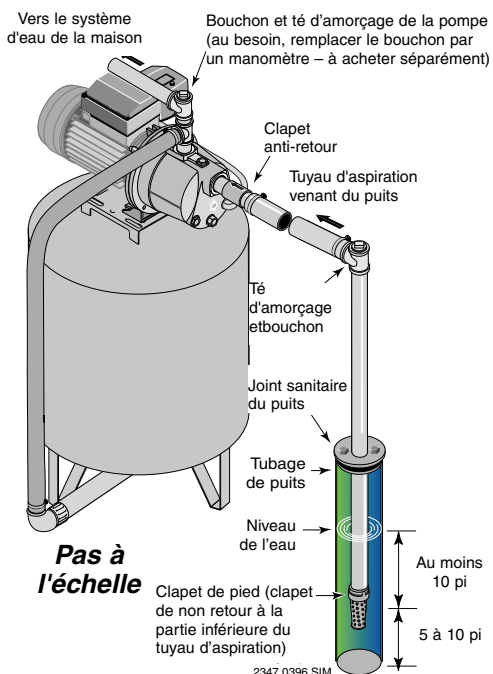

Figure 2 : Installation dans un puits à tubage
INSTALLATION SUR UN PUIT À TUBAGE DE 2 POUCHES DE DIAMÈTRE OU PLUS GRAND (VOIR LA FIGURE 2)
2. Brancher le clapet de pied, la crépine et le tuyau du puits (voir la Figure 2). S'assurer que le clapet de pied fonctionne librement.
4. Poser le té d'amorçage, le bouchon d'amorçage et le tuyau d'aspiration sur la pompe (voir la Figure 2). Brancher le tuyau provenant du puits sur l'orifice d'aspiration de la pompe en utilisant le moins possible de raccords - en particulier des coudes - étant donné que les raccords augmentent le frottement de l'eau dans les tuyaux (il faut toutefois ajouter un clapet de pied - voir la Figure 2). Le diamètre du tuyau d'aspiration doit être au moins aussi grand que le diamètre de l'orifice d'aspiration de la pompe. Utiliser du ruban téflon ou de la pâte pour raccords filetés à base de téflon sur les raccords filetés. Supporter le tuyau de façon qu'il ne soit pas cintré afin qu'il n'exerce pas de contraintes sur le corps de la pompe; de plus, il doit être légèrement incliné vers le haut, du puits jusqu'à la pompe (les points hauts risquent de causer des poches et des bouchons d'air dans la pompe). Rendre étanches les raccords du tuyau d'aspiration avec du ruban téflon ou une pâte pour raccords filetés à base de téflon. Les raccords doivent être étanches à l'air et à l'eau. **Si le tuyau d'aspiration aspire de l'air, la pompe ne pompera pas l'eau du puits.**